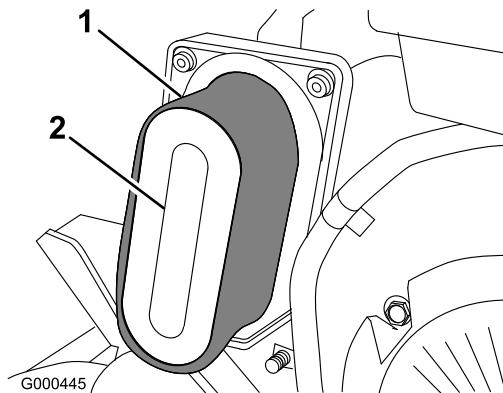

図 22
4. スポンジ・エレメントを点検し、汚れていればペーパー・エレメント(図 22)から外して以下の方法で十分に洗浄する：